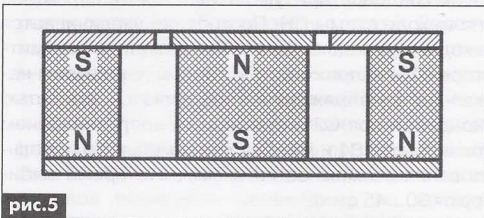

рис.5
1. Из одной половины магнитного материала, который используется для кольцевого магнита традиционной магнитной системы, изготовить кольцевой магнит меньшего диаметра, а из второй половины изготовить керновой магнит, который закрепить на нижнем фланце. Высота обоих анизотропных магнитов должна быть одинаковой. Воздушный магнитный зазор создать из кольцевого верхнего фланца и такой же толщины круга из магнитно-мягкого материала, которые закрепляются на кольцевом и керновом магнитах соответственно (рис.5). В этом варианте магнитные